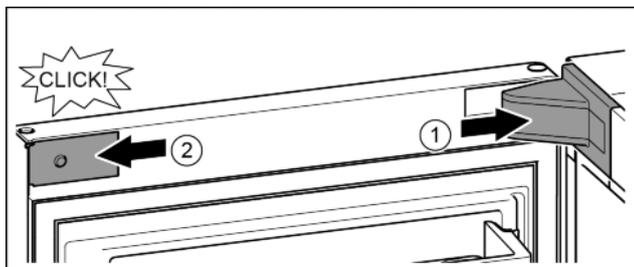

Fig. 22
- ▶ Applicare la copertura del blocco di supporto e inserirla a scatto, se necessario allontanarla con attenzione. Fig. 22 (1)
- ▶ Applicare la maschera lateralmente e inserirla a scatto. Fig. 22 (2)